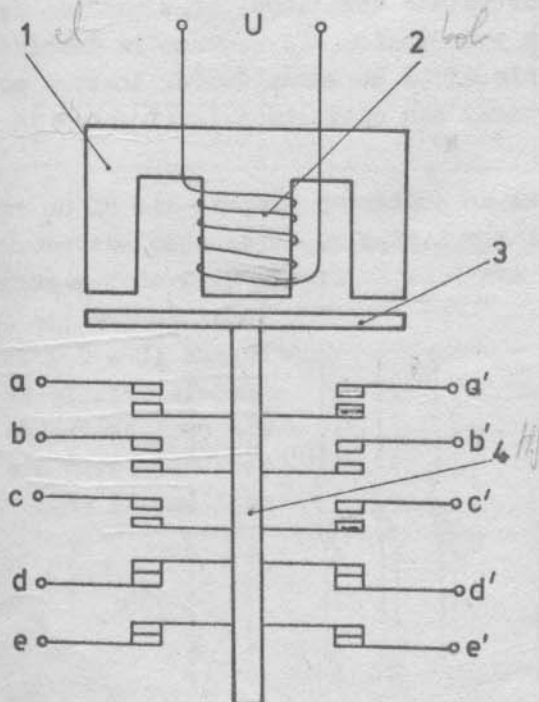

fig. 2.01
Toate variantele constructive au un electromagnet (1), care, la trecerea curentului prin bobina sa (2), atrage o armătură mobilă (3). Această armătură antrenează un anumit număr de contacte mobile prin intermediul tijei 4 (Fig. 2.01). La atragerea armăturii mobile (3) de către miezul (1), contactele pot închide sau deschide circuitele electrice în care sînt montate. La scoaterea bobinei de sub tensiune armătura mobilă revine în poziția inițială (sub acțiunea unor resorturi, etc).